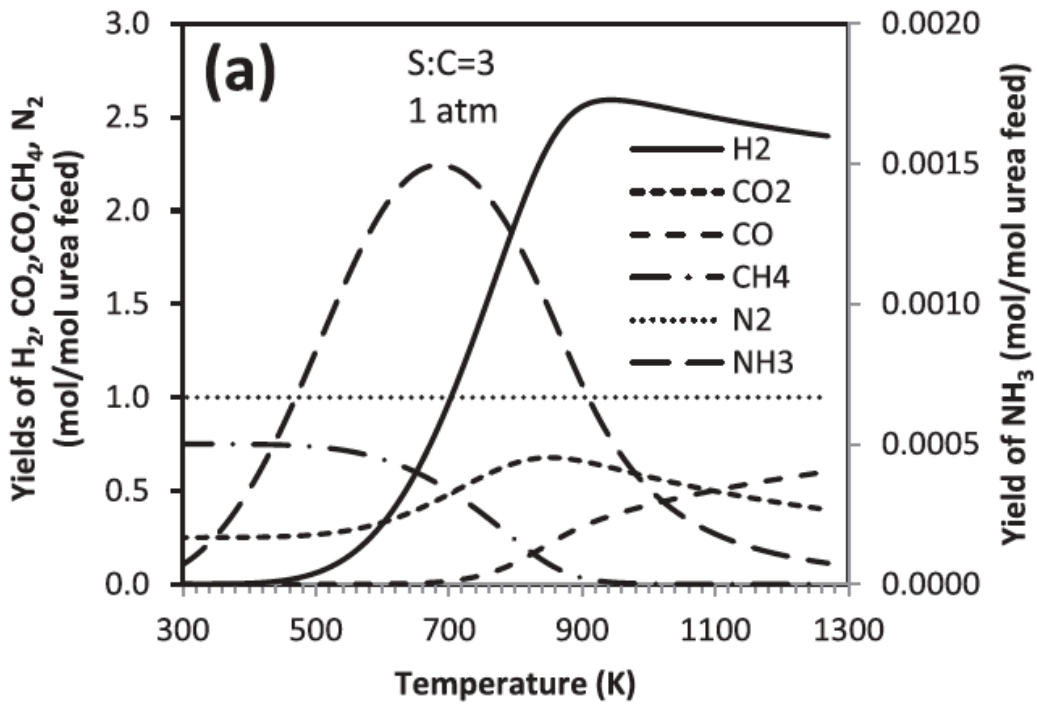

Fig. 1: rendement en différents produits en fonction de la température, en l'absence de CaO et sans considérer la formation de C(s).
- 30- Expliquer l'allure de la courbe de rendement en dihydrogène en fonction de la température de la figure 1.